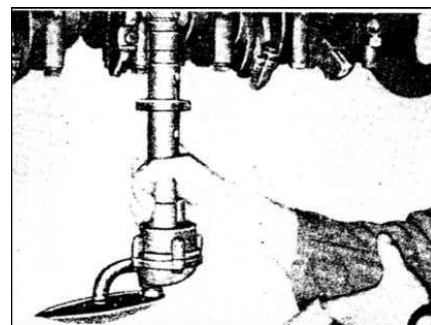

РИС. 138
- 4) Открутите болты крепления масляного насоса и снимите масляный насос из картера цилиндров (рис. 138).